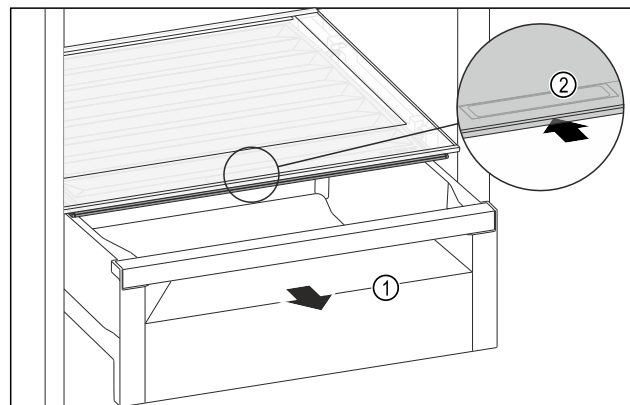

Fig. 109
- Витягніть висувний ящик Fig. 109 (1).
- Візьміться за потайну ручку Fig. 109 (2) на кришці відділення й одночасно посуньте кришку відділення назад.